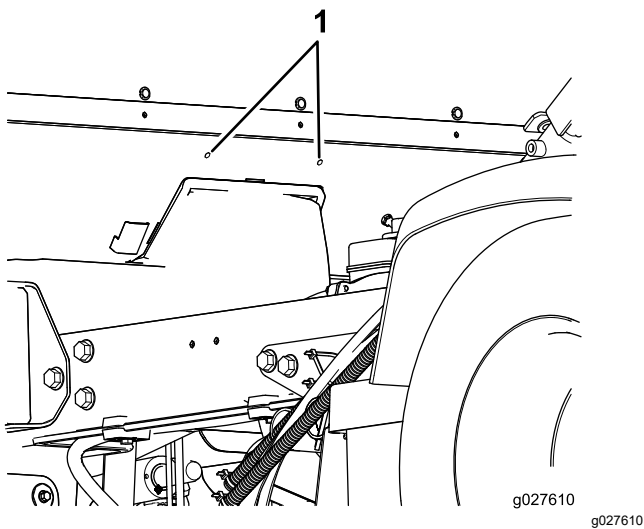

Figura 16
3. Localize os dois furos de 6,3 mm no centro do painel traseiro da cabina (Figura 16).